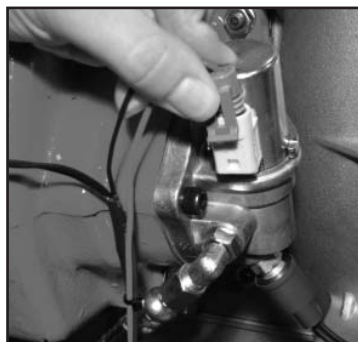

Abb. 12
12. Den elektrischen Anschluss des Ventils (**Abb. 12**) und Druckschalters (**Abb. 13**) vornehmen, um den Einbau abzuschließen.